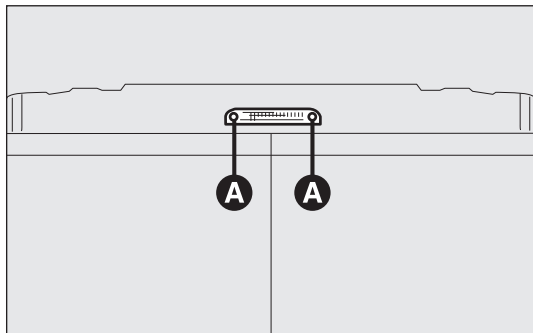

fig. 196
- Skruva ur de två fästskruvarna A-fig. 196.